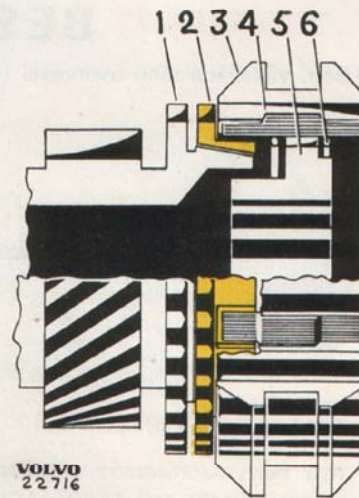
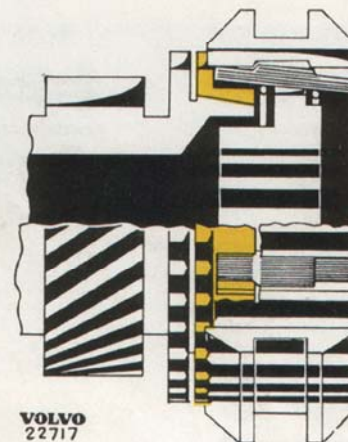
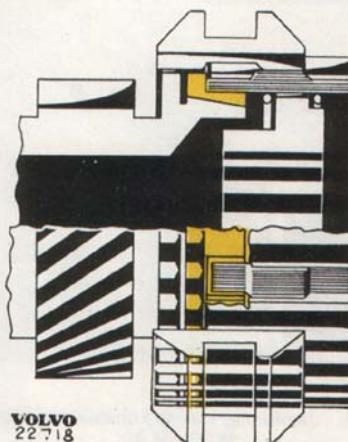

Bild 10. Neutralläge.
Bild 11. Synkronisering
Bild 12. Växeln inkopplad.
Synkroniseringarnas konstruktion och verkningssätt visas på bilderna 10—12. När en växel skall kopplas in pressas kopplingshylsan (3 bild 10) av skiftgaffeln i riktning mot denna växels kugghjul. Medbringarna (4) pressar därvid synkroniseringskonan (2) mot konan på kugghjulet (1). Har då synkroniseringen och kugghjulet olika rotationshastighet kommer synkroniseringskonan att vrida sig i förhållande till kopplingshylsan. Synkroniseringskonan hindras dock av medbringarna att vrida sig mer än en halv kuggbredd, se bild 11. Härvid kommer synkroniseringskonans kuggar att med halva kuggbredden ligga an mot kopplingshylsans kuggar och på så sätt hindra denna att gå i ingrepp. Genom friktionen mellan synkroniseringskonan och konan på kugghjulet, kommer kugghjulet att få samma rotationshastighet som synkroniseringen. När de har fått samma hastighet, förmår kopplingshylsan vrida tillbaka synkroniseringskonan och växeln kan kopplas in, bild 12.